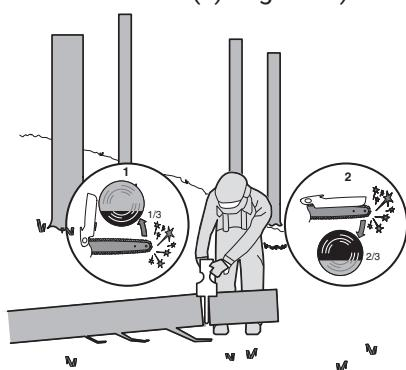

Figura. 3
Tronco apoyado en un extremo, Haga el primer corte del lado inferior del Tronco, atravesé 1/3 del diámetro del tronco (1). Este corte impedirá la producción de astillas en esta sección al completarse el corte (2). Figura. 3)